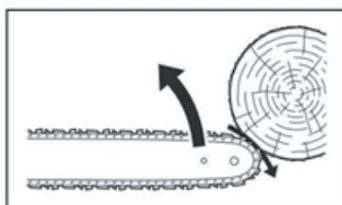

Fig 1
- I nogle tilfælde kan kontakt med spidsen forårsage en ultrahurtig omvendt reaktion, hvor sværdet skubbes op og tilbage mod operatøren (dette kaldes roterende tilbageslag). Ved at stramme kæden langs toppen af sværdet kan sværdet hurtigt skubbes tilbage mod operatøren (dette kaldes lineært tilbageslag) (fig. 1).